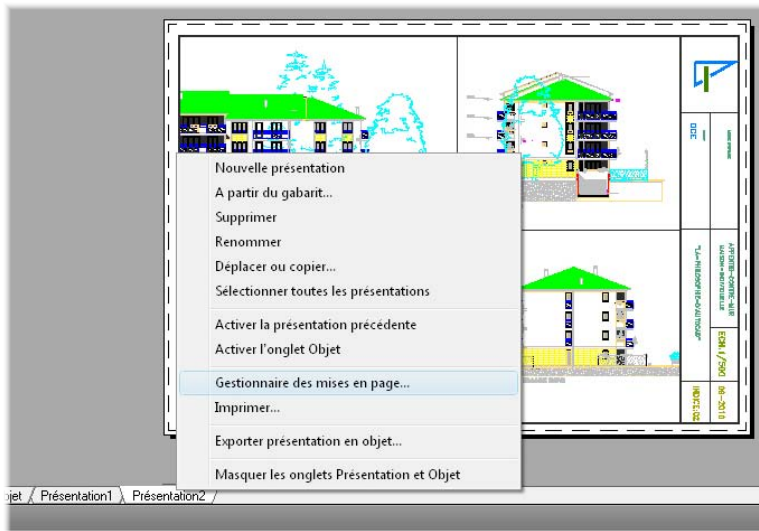

Figure 6.42
1. Cliquons du bouton droit sur l'onglet Présentation 2 (voir Figure 6.42). Choisissons l'option Gestionnaire des mises en page.